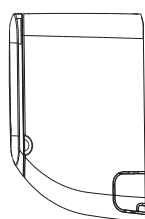

Fig. 4.6
2. Se o furo da parede estiver atrás da unidade, mantenha a tampa de acesso no seu sítio. Se o furo estiver ao lado da unidade interior, retire a tampa de acesso do lado correspondente da unidade. (Consulte a **Fig. 4.6**). Desta forma, irá criar um espaço a partir do qual o tubo sairá da unidade. Utilize alicates de ponta fina se a tampa de acesso for difícil de retirar à mão.